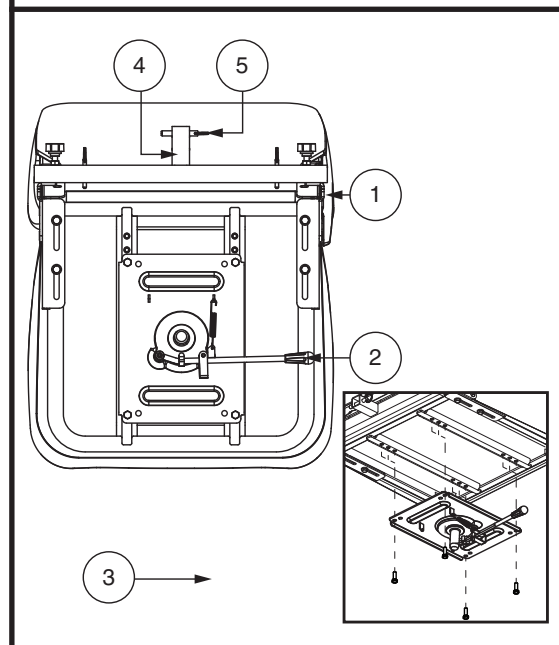

Figura 15. Regolazioni del sedile
1. Spingere in avanti la leva sblocco sedile per liberarlo. **Vedere figura 15.**
Se lo scooter è dotato di schienale reclinabile, è possibile regolare l'angolazione dello schienale con la leva di regolazione dello schienale. **Vedere figura 15.**
3. Allentare i quattro (4) bulloni situati sul fondo del sedile, lasciando in posizione la piastra del sedile. **Vedi figura 15.**
6. Inserire e serrare quattro (4) bulloni per fissare il sedile.
La staffa accessoria montata posteriormente consente di collegare un accessorio personale come un cestino, un porta-deambulatore o una bombola di ossigeno alla parte posteriore dello scooter. Utilizzare il perno di fermo per fissare saldamente l'oggetto alla staffa accessoria. **Vedere figura 15.** Per dettagli rivolgersi al rivenditore autorizzato.